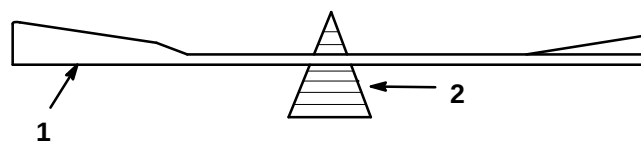

Abbildung 35
2. Die Auswuchtung des Schnitmessers auf einer Messerwaage überprüfen (Abb. 35). Wenn das Schnittmesser in horizontaler Position bleibt, ist es ausgewuchtet und kann wiederverwendet werden. Wenn das Schnittmesser nicht ausgewuchtet ist, an der Rückseite des Messers etwas Metall abfeilen. Diesen Vorgang wiederholen, bis das Messer ausgewuchtet ist.